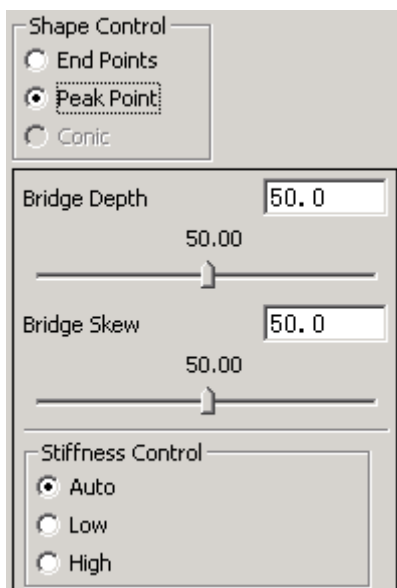

图 4.164 曲率连续方式下 Peak Point 选项
2) 在曲率连续方式下选择该形状控制方式时，桥接曲线对话框中 **Tangent Magnitude** 选项变成如图 4.164 所示内容（其中 **Bridge Depth** 对桥接曲线的形状的控制同上），允许通过改变桥接曲线的 **Bridge Depth**、**Bridge Skew** 值来控制桥接曲线的形状。同时还可通过 **Stiffness Control**（刚性控制）选项来控制桥接曲线的刚性。